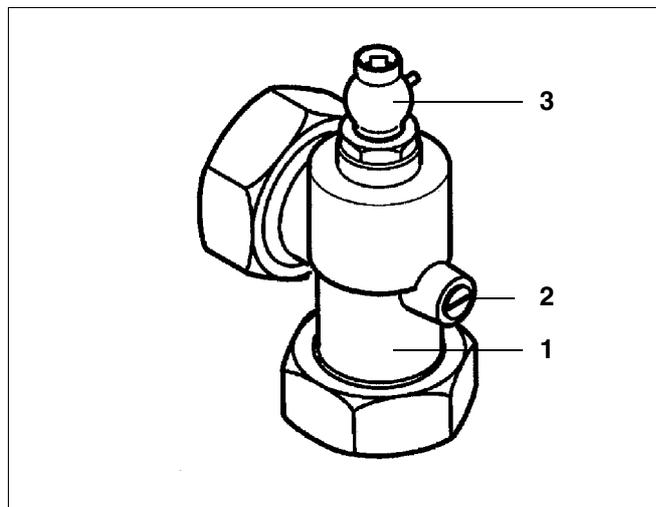

Fig. 10 Valvola di non ritorno e valvola di sfogo aria
Pos. 3: Vedi fig. 10
- Portare l'intaglio della vite di regolazione in posizione verticale (sempre aperto) (fig. 10).
- Aprire la valvola di sfogo aria (fig. 10).
Legenda per Fig. 10